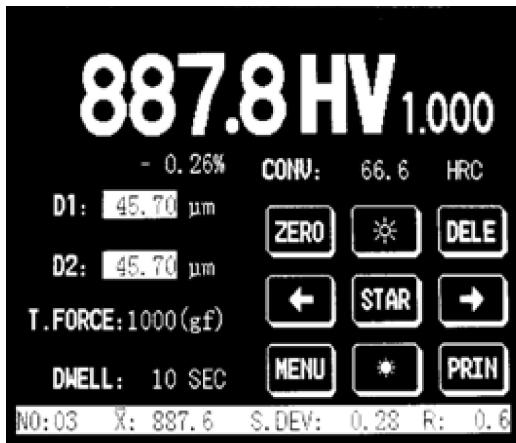

Abbildung 5-1 Hauptbildschirm
1. Drücken Sie **>I<** auf dem Hauptschalter um den Härteprüfer einzuschalten. Ist das System im ordnungsgemäßen Zustand, so piept es und das zeigt das Firmenlogo von BAQ ungefähr 3 Sekunden an (siehe Abbildung 5-1). Danach zeigt das System den Hauptbildschirm.